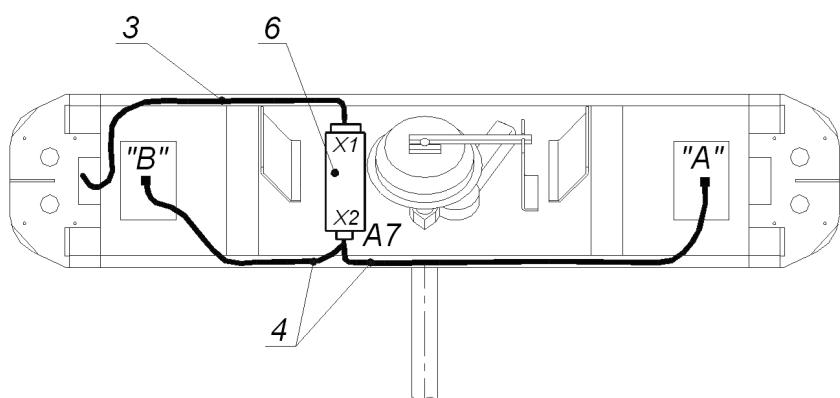
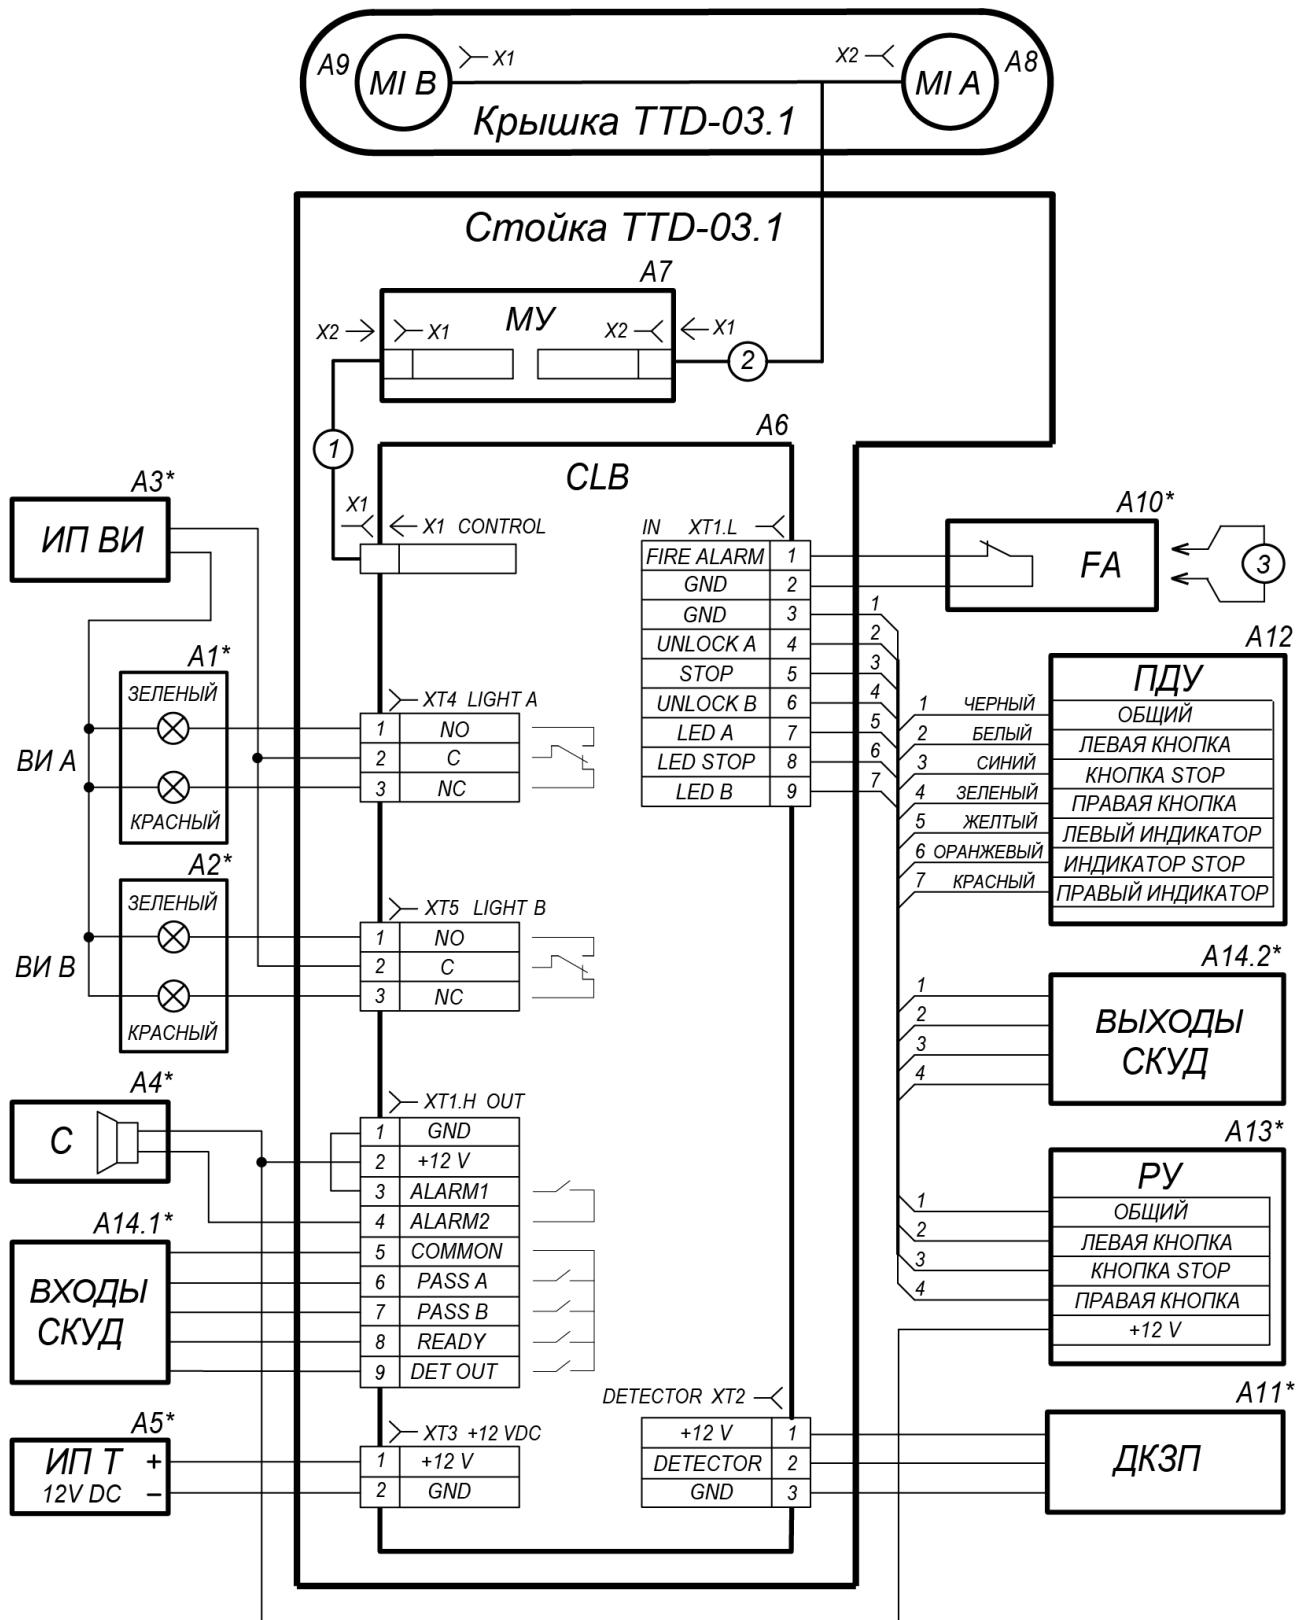

Рисунок 12. Схема прокладки кабелей в стойке турникета:
Рисунок 14. Схема электрическая соединений
- Все подключения к плате CLB выполняйте в соответствии со схемой электрических соединений (см. рис. 14). Прокладка кабелей внутри стойки турникета показана на рис. 12.
позиции A4, A6 – A9, A11 – см. рис. 14
возможность его установки под одной из внешних стенок (2) турникета (например, под платой управления турникетом Аб, см. рис. 12).
Для этого необходимо потянуть планку, перекрывающую зону прохода, в осевом направлении от стойки до упора, и затем сложить ее, опустив вниз (см. рис. 14).